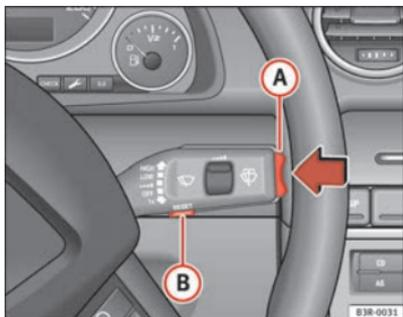

Fig. 60 Leva dei tergicristalli: Comandi del computer di bordo
Premendo il tasto Reset (B) ⇒ pag. 89, fig. 60 si può passare dalle funzioni del computer di bordo 1 a quelle del computer di bordo 2 e viceversa.
Premendo brevemente il selettore delle funzioni o il tasto **Reset** ⇒ pag. 89, fig. 60 si disattiva l'avvertimento del tempo di guida.
- Premere la parte superiore o la parte inferiore del selettore **(A)** ⇒ fig. 60). Sul display del computer di bordo vengono visualizzate, in successione, le funzioni relative al livello impostato.